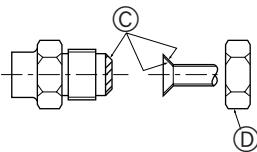

Fig. 5-1
(A) (Fig. 5-1)
(B) (Fig. 5-1)
5.2. Forbindelsesrør (Fig. 5-1)
- Kom et tyndt lag køleolie på rør og samlingsoverflade, før stramning af brystmøtrikken. (A)
- Anvend to skruenøgler til at spænde rørforbindelserne. (B)
- Påfør kølemaskineolie på hele opkravningssædets overflade. (C)
- Brug omløbermøtrikkerne på følgende måde. (D)